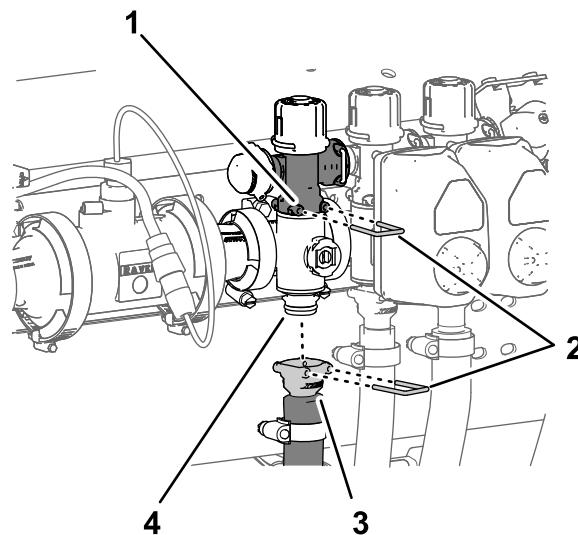

Рисунок 116
1. Снимите штифт быстрого разъема, который крепит быстрый соединитель перепускного клапана секции к коллекторному клапану секции (Рисунок 116).
2. Снимите штифт быстрого разъема, который крепит быстрый соединитель шланга подачи секции к коллектору быстрого разъема штуцера на коллекторном клапане секции (Рисунок 116).